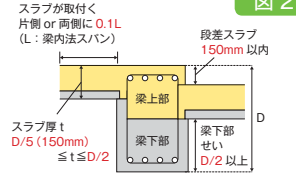

図 2
のコンクリート強度は構造上 $30\text{N}/\text{mm}^2$ 程度で十分であるため、どうしても強度の打ち分けが必要になる。写真2に示すように、梁の上部コンクリートとスラブのコンクリートを打ち分けるために、ラス網や止め型枠の設置が必要になり、梁上部のコンクリートを先に打設してから止め型枠を外した後、床のコンクリートを打設しなければならないため、フロア全体の打ち継ぎ順序や打設タイミングなど施工手間や品質の確保が難しい。図2のように梁上部のコンクリートをスラブの強度で打設できるなら、先ほどのラス網や止め型枠も要らず、同時に打設できるため施工の省力化、短工期化になる。そこで、梁断面の上下でコンクリート強度が異なる部材でも構造的に問題のない構法の開発に着手した。
- 図2 構法概要